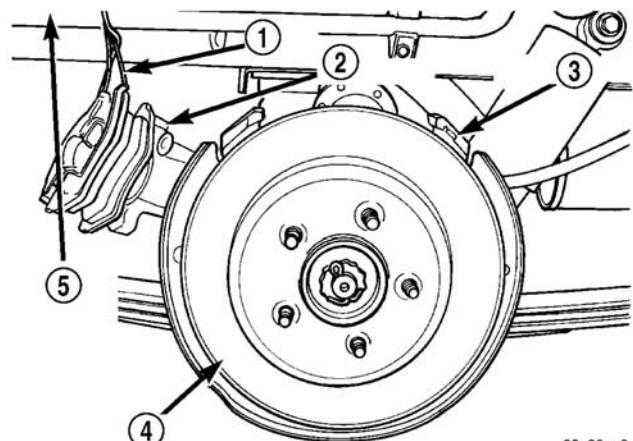

图 10 正确吊起的制动钳
(12) 支撑制动钳以防制动钳的重量损坏弹性制动软管 (图 10)。